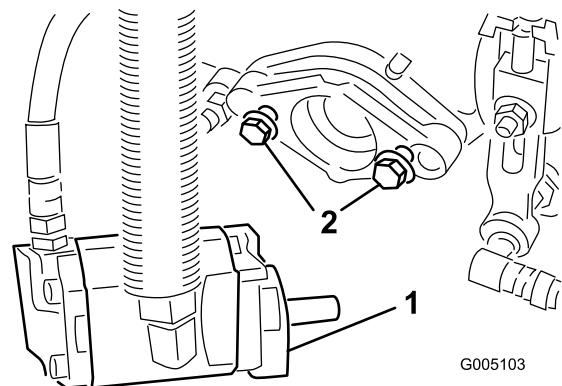

Figure 14
11. Resserrez les boulons de montage (Figure 14).